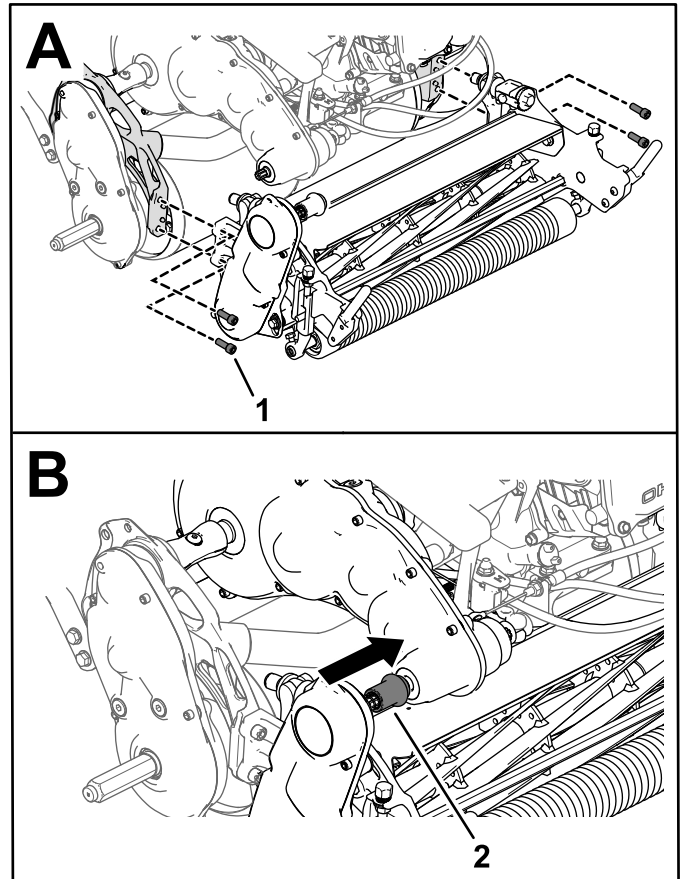

Figura 46
3. Folosiți 4 uruburi cu cap imbus pentru a fixa unitatea de tăiere pe cadru (**Figura 46**).
4. Glisați elementul de cuplaj de acționare pentru unitatea de tăiere pe arborele de transmisie (**Figura 46**).